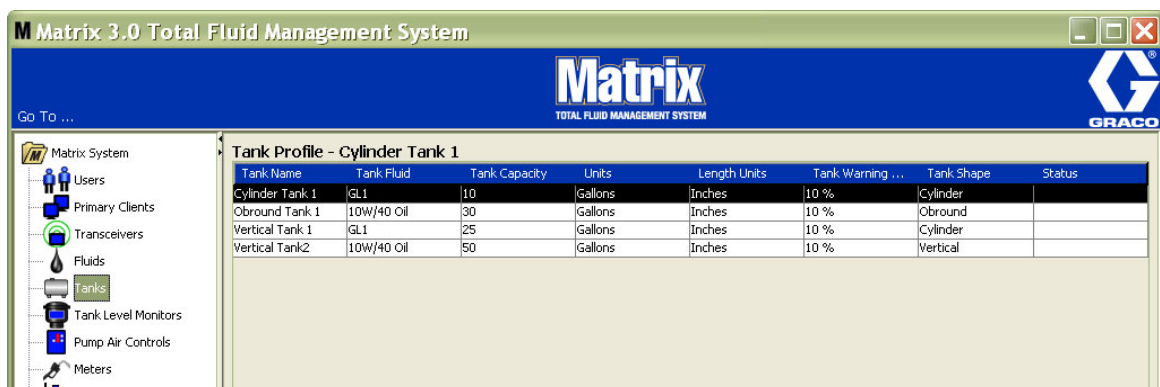

Рис. 103
1. Если все требуемые для цистерны сведения были указаны, нажмите кнопку «ОК» [OK], чтобы закрыть окно и сохранить изменения. Цистерна добавится в список (Рис. 103).
2. Чтобы изменить профиль цистерны (Рис. 103), выделите цистерну на экране «Tanks» [Цистерны] (Рис. 103).